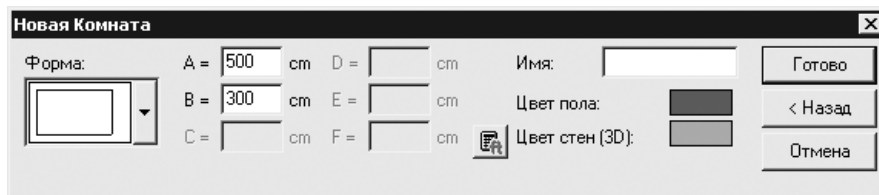

Рис. 9.24
4. Нажать кнопку Далее — откроется окно Новая Комната, в котором нужно указать размеры помещения, цвет стен и пола (рис. 9.24).